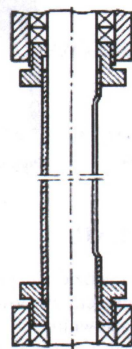

Abbildung 4. Sicherung des Glasrohres
- Beispielhafte Sicherung des Glasrohres wurde auf Abbildung 4 dargestellt. Die Rohrlänge ist unter Zugrundelegung der nachstehenden Formel zu ermitteln: